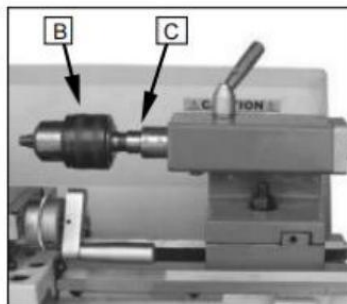

Fig. 28
Spiralbohrern im Lagerbestand- (B) (Abb.28)
Es hat A NEIN. 1 Morsekegel. (c) Abb.28